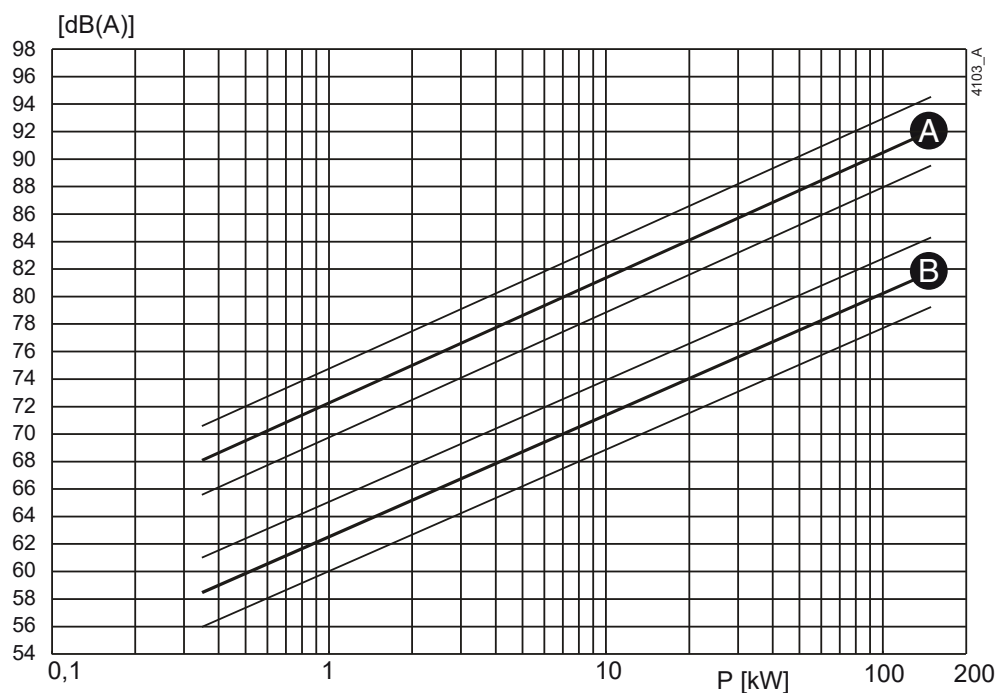
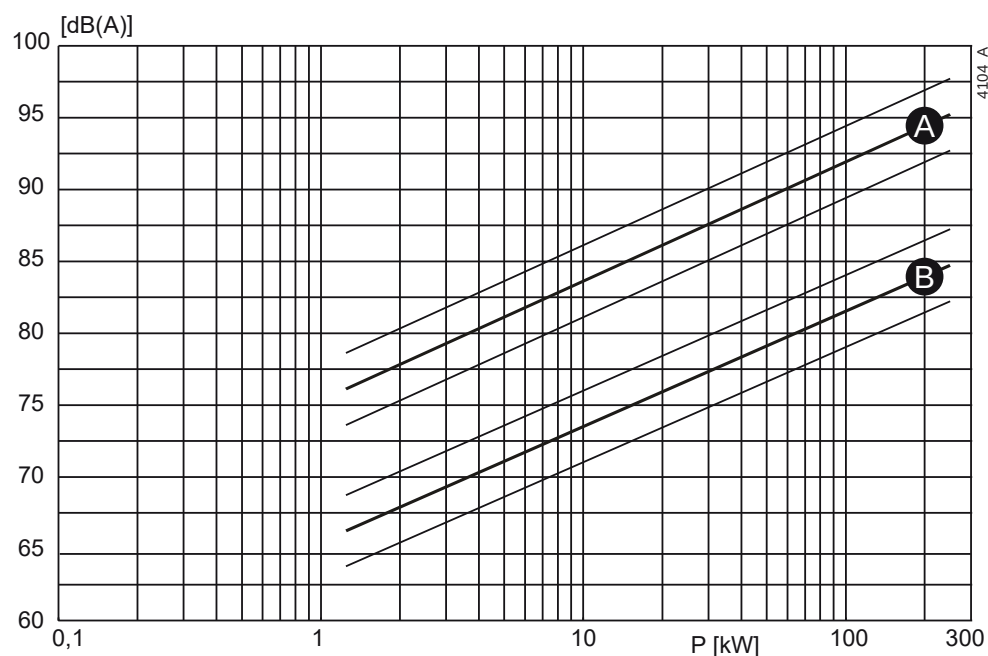

Bild 24: Ljudnivå som funktion av pumpeffekt [kW] vid 1450 min^{-1}
Bild 25: Ljudnivå som funktion av pumpeffekt [kW] vid 2900 min^{-1}
- 1 Bestäm ljudnivå (L_1) för pumpen Bild 24 eller Bild 25.